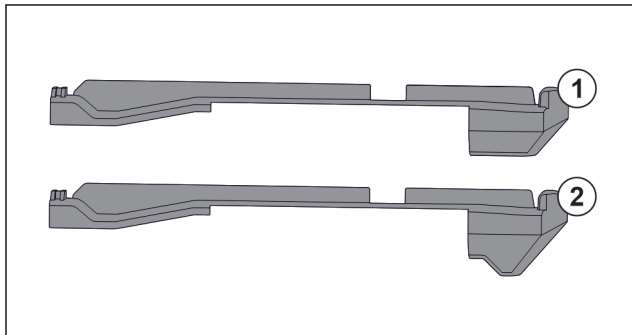

Fig. 108 Vergelijking van de insteekelementen
In het apparaat bevinden zich twee verschillende insteekelementen. Het insteekelement boven de onderste lade Fig. 108 (2) heeft een driehoekige rand. Alle overige insteekelementen Fig. 108 (1) hebben een rechte rand.
- ▶ Insteekelement Fig. 108 (2) met de driehoekige rand boven de onderste lade aanbrengen.
- ▶ Insteekelement Fig. 108 (1) met rechte rand op alle overige plekken aanbrengen.